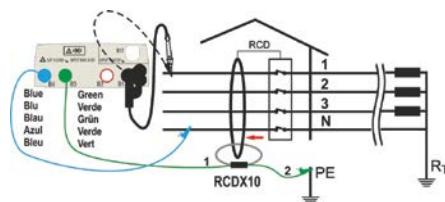

Fig. 15: Aansluitschema op aardlekrelais met optionele accessoire RCDX10.
8. Sluit het instrument en de optionele accessoire **RCDX10** aan op de installatie (zie Fig. 15). Controleer de aansluiting van kabels **1** en **2** van de accessoire RCDX10 en de richting van de stroom, aangegeven door de pijl op de accessoire. Het is daarnaast mogelijk om de aansluiting op afstand te gebruiken door de multipolaire stekker hiervan in aansluiting B1 te steken.